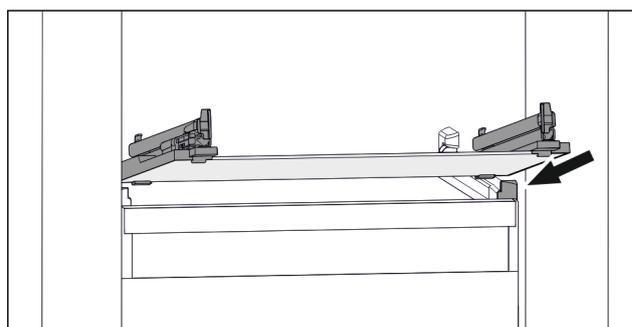

Fig. 28 Exemple de représentation de la tablette en verre
- ▶ Placer la tablette en verre, en l'inclinant, derrière les butées. (voir Fig. 28)